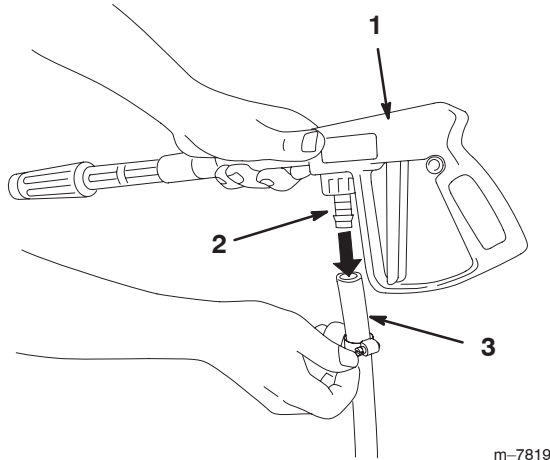

Figure 30
2. Connectez l'extrémité libre du long flexible au raccord du pistolet pulvérisateur (Fig. 30).